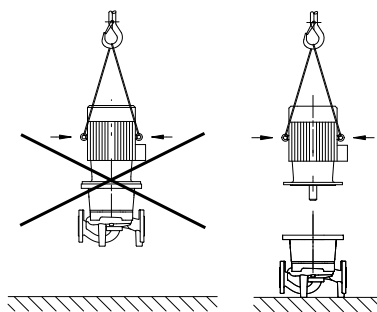

Fig. 20: Mootori transportimine
- Mootori tõsteaasad kannavad ainult mootorit ega sobi kogu pumba kandmiseks (Fig. 20).